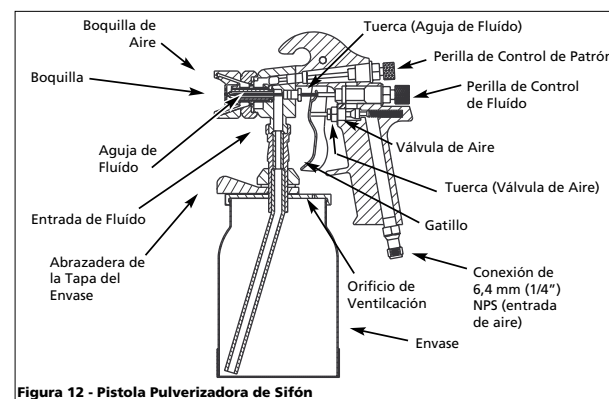

Figura 12 - Pistola Pulverizadora de Sifón
- Sáquele las tuercas que sostienen los empaques y reemplácelos SOLO si no puede eliminar la fuga de material después de apretar las tuercas (Vea la Figura 12). No apriete demasiado estas tuercas ya que podría restringir el movimiento de la aguja.